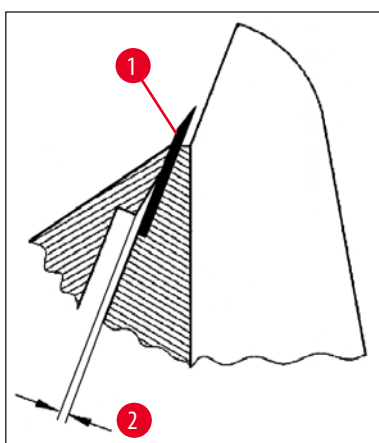

Fig. 37
- Folosiți șurubul (→ Fig. 36-4) pentru a regla placa de presiune (→ Fig. 36-2) astfel încât numai marginea superioară a plăcii de presiune să exercite presiune asupra lamei. Trebuie să fie vizibil un gol (→ Fig. 37). Este necesară o șurubelniță mică (aprox. 3,0 x 70) pentru a efectua reglarea.